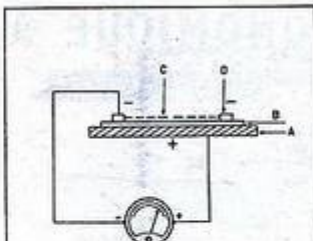
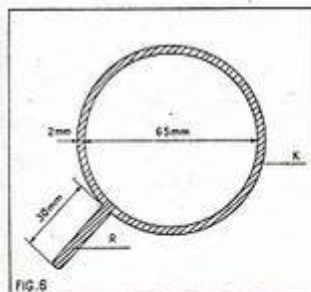

FIG. 3 MILLIAMMÈTRE C 0 à 4 mA
FIG. 6
Fonctionnement de la cellule photo-électrique au sélénium (fig. 3).
Nous avons découpé ce disque (P) dans un coffret ayant contenu du bouillon en cubes ! Pour mieux faire, au point de vue « aspect », nous avons biseauté le bord de ce disque (Q). Cette opération demande très peu de temps, et est très facile à réaliser à la meule, car le plexiglas est un matériau tendre. Dans le boîtier, on fait une petite encoche à la lime, afin d'y passer la languette R de la pièce de la figure 6. Une fois tous les éléments en place (pièces K, L, P, I, G, etc.), vérifier à l'aide d'un millimètre de 0 à 4 millis, le bon fonctionnement de la cellule (fig. 3).